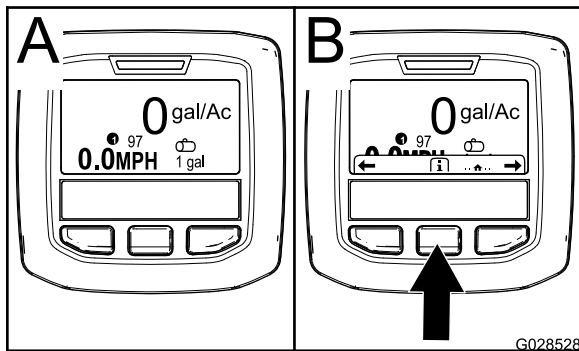

図 60
2. およそ 15 秒後、ホーム画面が表示される。中央ボタンをもう一度押して最初の案内を表示させる図 60。